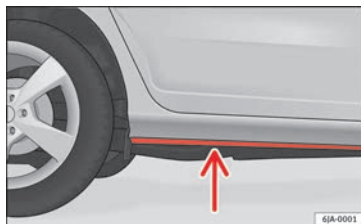

Fig. 181 Vadeando.
- Determine la profundidad del agua antes de entrar. El agua puede alcanzar, como máximo, hasta por debajo del larguero inferior del vehículo » fig. 181.